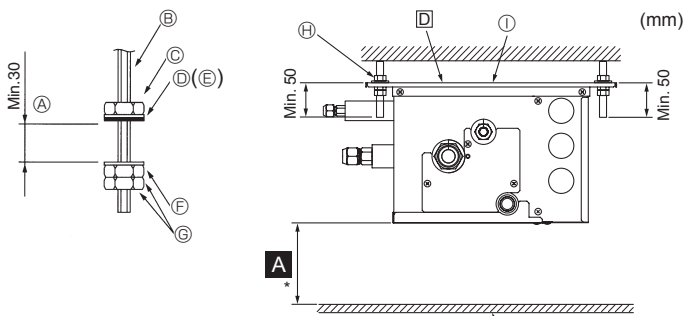

Fig. 6-1
- (2) Fixer les rondelles et les écrous (①, ②, à acheter localement) sur les boulons de suspension. (Fig. 6-1)
- (3) Accrocher l'appareil sur les boulons de suspension.